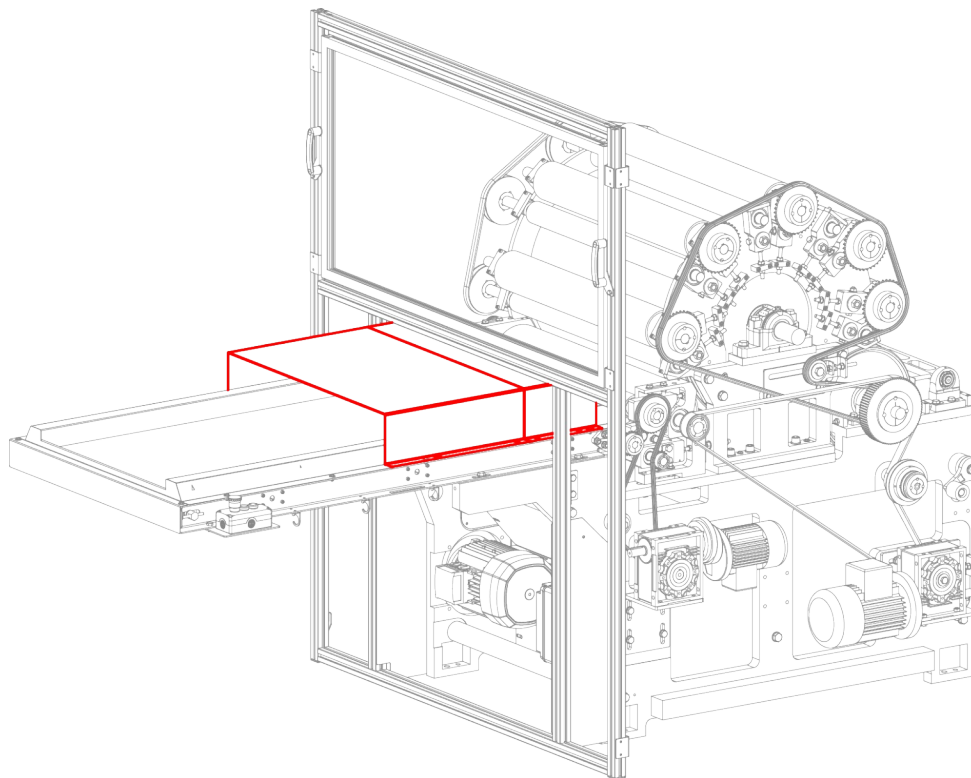

Figura 4.4.7 – Fissaggio dei carter di protezione del nastro trasportatore di ingresso
- Fissare i due carter di protezione del nastro di trasporto di alimentazione (vedi dettaglio in **rosso** nella Figura 4.4.7).